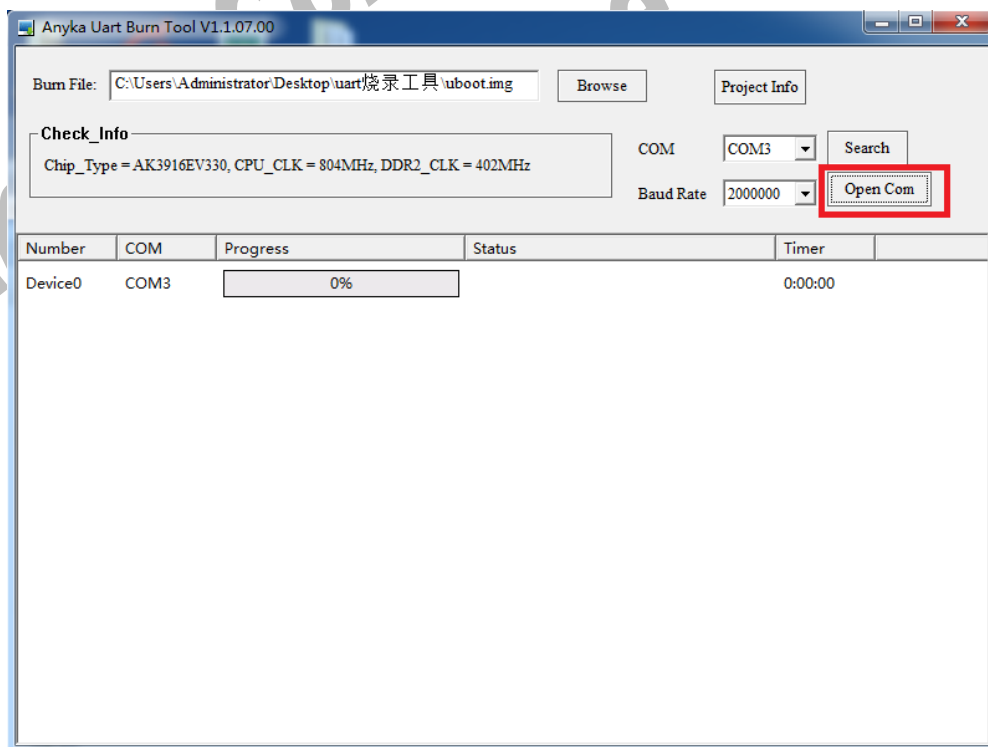

图 2-3 打开关闭串口操作
- (5) 点击工具界面的 **Close Com** 按钮，此时按钮上面的文字会变成 **Open Com**，烧录工具会关闭对应的串口。主要是方便在没有烧录时，又不想关闭烧录工具，但又想用串口打印时，需要关闭串口的操作。若如继续使用串口工具，则点击工具界面的 **Open Com** 按钮即可，如图 2-3 所示。